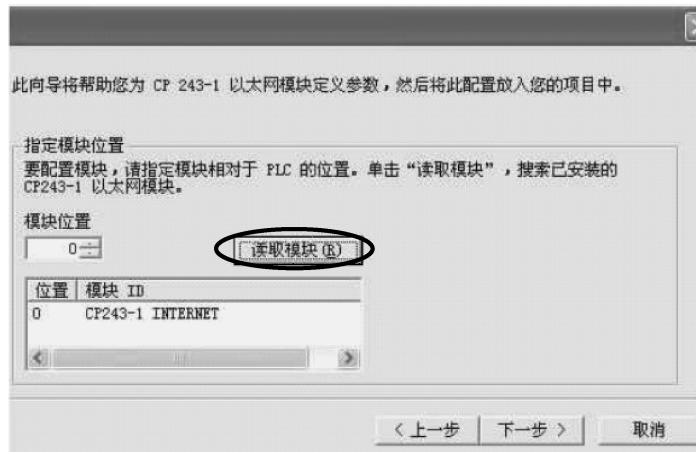

图 7-39 设置以太网模块位置
3) 选择以太网模块的位置：直接选择，如果在联机状态可以单击“读取模块”，如图 7-39 所示。